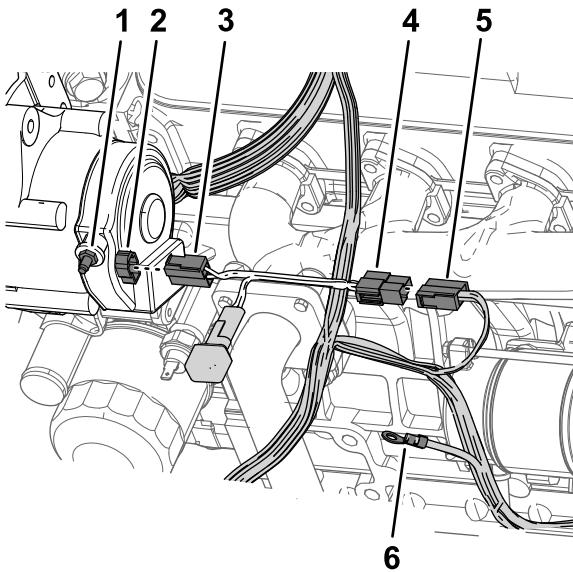

Figura 244
- Alinee el conector hembra del arnés del adaptador del alternador con los pines del conector eléctrico en el alternador (60 A) y presione los conectores hasta que el cierre del conector se enganche firmemente (Figura 244).
- Alinee el conector de 2 palas del arnés del adaptador del alternador con el conector hembra de 2 vías del arnés de cables de la máquina que retiró en el paso 2 de **Retirada del alternador (40 A)** (página 113) y presione los conectores hasta que el cierre del conector se enganche firmemente (Figura 244).